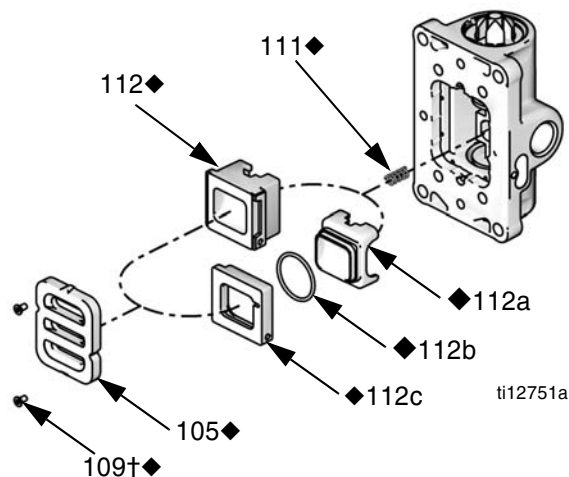

РИС. 5: Снятие клапанной пластины
- См. Рис. 5. Используйте шестигранный ключ размером 2 мм или 5/64 дюйма для выкручивания двух винтов (109†♦). Снимите пластину клапана (105♦).